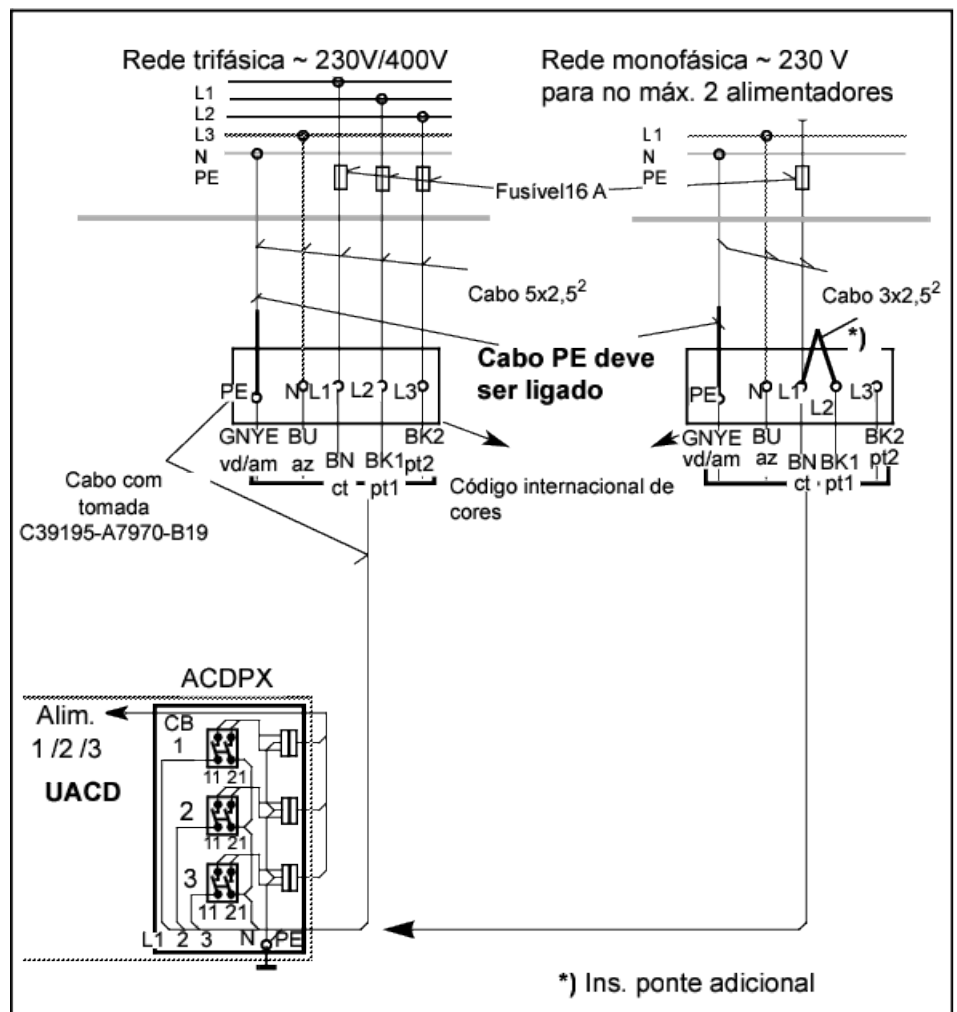

Figura 132: Ligação trifásica/monofásica para dois alimentadores
- b) No bastidor de alimentação da UACD, unir os interruptores de rede 1, 2 e 3 no ACDPX, conforme mostrado na Figura 132: Ligação trifásica/monofásica para dois alimentadores na página 145.